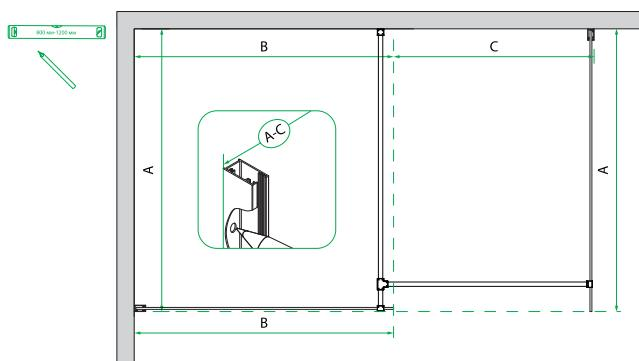

Рис. 4/4-сур.
1. Рекомендуем устанавливать лицевую душевую перегородку на том же расстоянии от задней стены, что и ширина боковой душевой перегородки. Произведите предварительную разметку установки изделия (рис. 4). Место установки монтажа боковой перегородки определите исходя из размера В и желаемого размера входа в санузел.